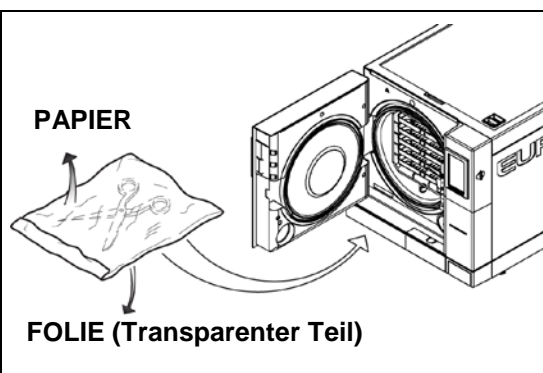

Abb. A3-2
- Den Beutel mit der transparenten Seite nach unten richten (mit dem Tablett in Berührung) und mit der Seite aus Papier nach oben (Abb. A3-2). Die Instrumente müssen einzeln in Beuteln verpackt werden.